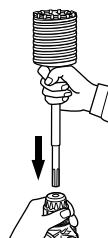

Fig. 19
(2) Montar la espiga de la barrena tubular en el martillo perforador. (Fig. 19)